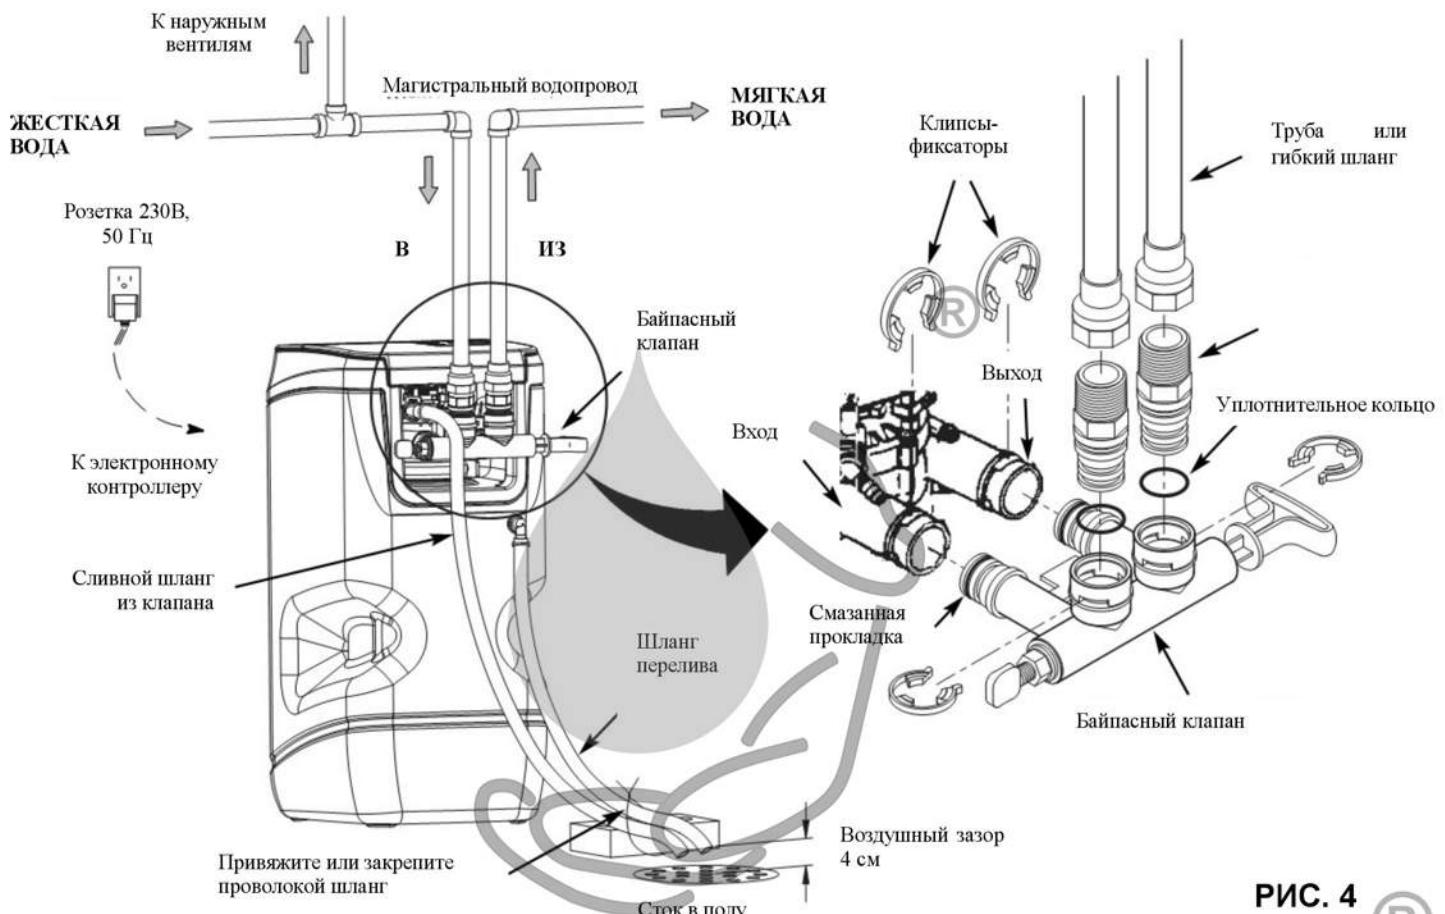

РИС. 4
- Слив необходим для отвода промывной воды. Предпочтителен сток в полу, ближе к умягчителю воды (см. Рисунок 4). Другими вариантами являются раковина для стирки, стояк и т.п. (см. Рисунок 2).
При установке моноблочного байпасного клапана поставьте смазанные кольцевые уплотнители на оба фитинга байпасного клапана (Смотрите Рисунок 4). Осторожно вставьте байпасный клапан в переключающий клапан умягчителя и поставьте С-образные клипсы-фиксаторы.